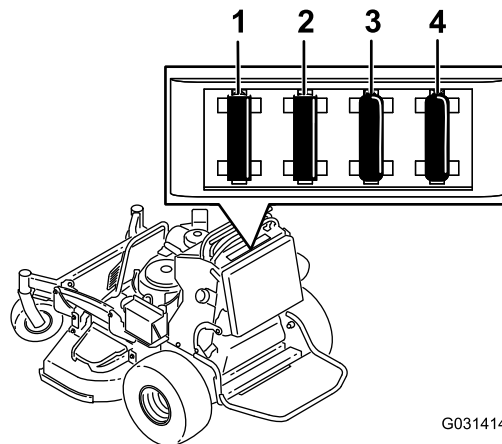

図 50
2. ヒューズを引き出して外し、点検・交換する 図 50。
**注** 正しい規格のヒューズが付いていることを確認する 図 50。